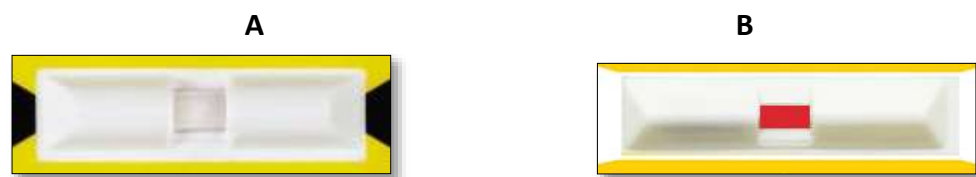

Figura 2: Etiqueta indicativa de impacto. A) não ativada. B) ativada
1.7 Verificar se a etiqueta indicativa de impacto foi ativada (figura 2)